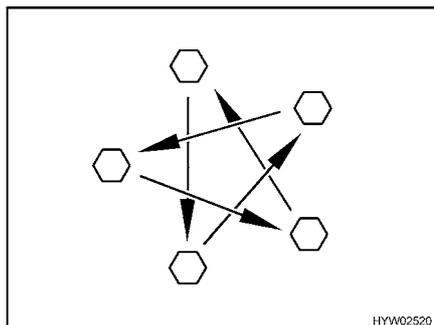

Fig. 261 Apretar las tuercas o los tornillos de las ruedas en forma de cruz
- Comprobar periódicamente que las tuercas o tornillos de las ruedas estén firmemente apretados. Reajustar en forma de cruz (Fig. 261) las tuercas o tornillos después de cambiar una rueda, al cabo de 50 km. Par de apriete, véase apartado 13.5.2.
- ▷ Apretar en forma de cruz las tuercas o los tornillos de las ruedas (Fig. 261).